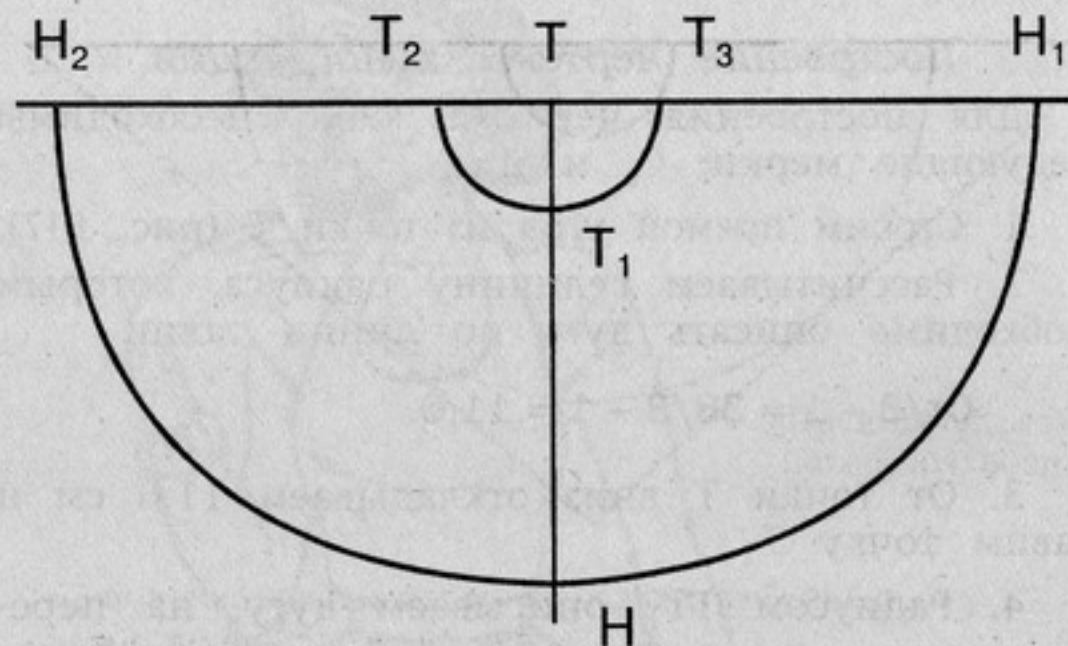

Рис. 147. Чертеж построения выкройки юбки "солнце"
1. Строим прямой угол из точки Т (рис. 147).